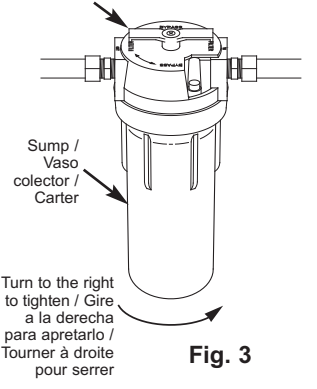

Fig. 3
8. Partially open a house faucet downstream of the filter housing. Then, turn the filter valve handle to the "FILTER" (ON) position (See Figure 3) and allow the filter housing to fill with water.
2. Tournez le carter vers la gauche pour le séparer de la tête (voir figure 3). Prenez garde, car le carter est rempli d'eau. Ne dégagez pas le grand joint torique.
8. Ouvrez partiellement un robinet situé en aval du filtre. Puis tournez la manette de robinet du filtre à la position « FILTER » (ON) (voir figure 3) et laissez l'eau remplir le carter.